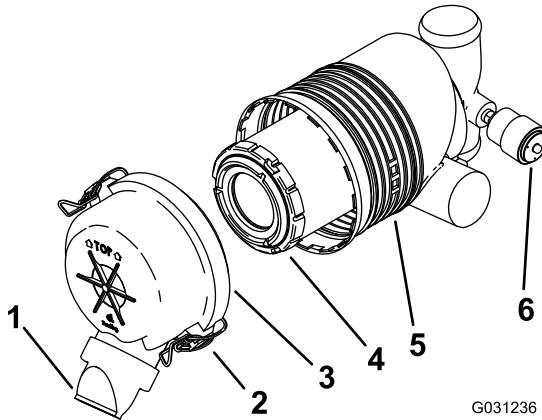

Рисунок 44
Внимание: Обслуживание фильтра воздухоочистителя следует производить только тогда, когда индикатор сервисного обслуживания загорится красным (Рисунок 44). Замена воздушного фильтра без необходимости увеличивает вероятность попадания грязи в двигатель при извлечении фильтра.
4. Освободите защелки воздухоочистителя и отделите крышку от корпуса воздухоочистителя (Рисунок 44).
1. Осторожно извлеките фильтр из корпуса воздухоочистителя (Рисунок 44).
4. Осторожно установите фильтр (Рисунок 44).
5. Установите крышку воздухоочистителя таким образом, чтобы сторона, обозначенная как ТОР (ВЕРХ), была обращена вверх; и закрепите защелки (Рисунок 44).